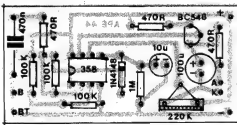

Fig. 3
- **FIG. 3 - O CHAPEADO DA MONTAGEM** - Agora a plaquinha é vista pelo lado não cobreado, com os componentes já posicionados... Todas as peças estão claramente identificadas pelos seus "nomes de código", parâmetros, valores e indicadores de polaridades e terminais... Assim, basta um pouco de atenção, para que tudo fique certinho... Obviamente que os componentes polari-